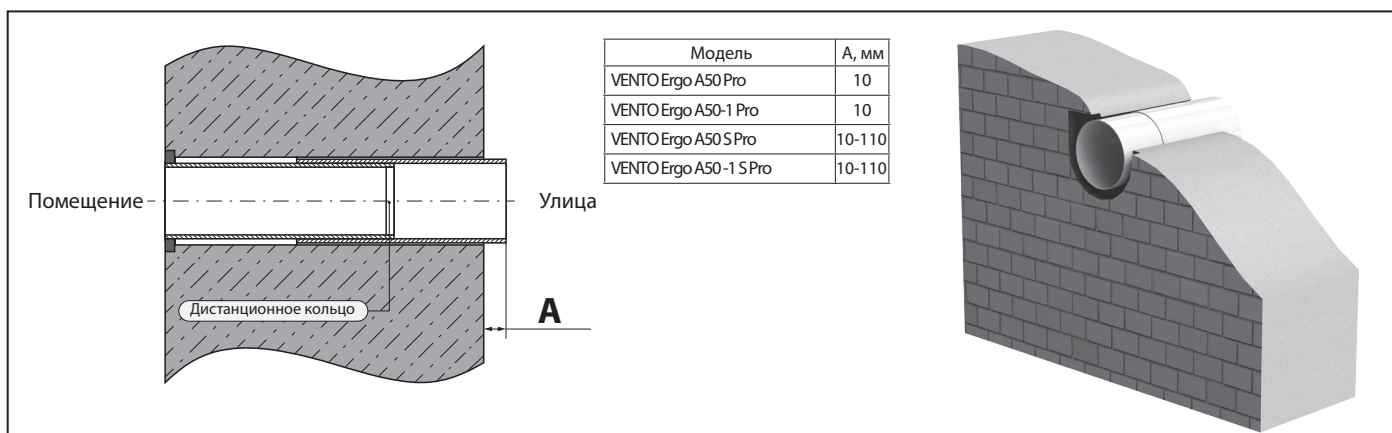

Рис. 9. Монтаж телескопического канала
3. Установите телескопический канал в стене. С наружной стороны стены канал должен выступать на расстояние А, указанное на Рис. 9: